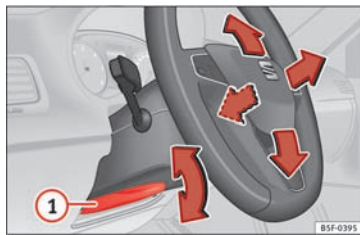

Fig. 20
- Indstilling af rat: Træk armen » Fig. 20 ① nedad, indstil rattet i den ønskede position, og skub armen opad igen, indtil den når sin låseposition.